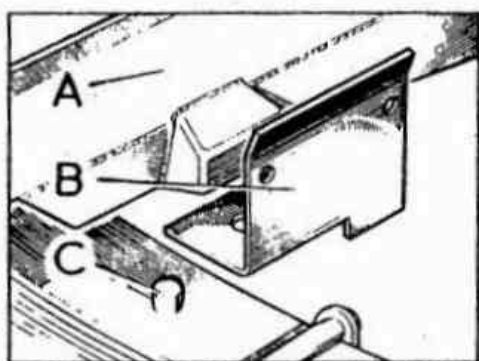

Fig. E -62 Posición correcta del protector de la tubería
- 2.02. Colocar los protectores de la tubería del freno en su sitio sobre las ballestas (Fig. E -62).